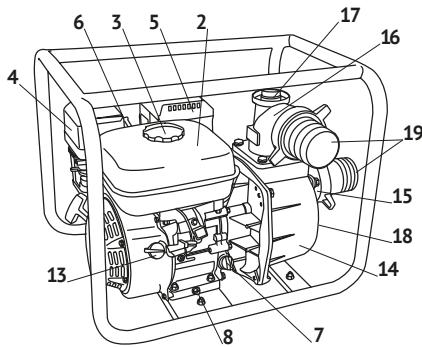
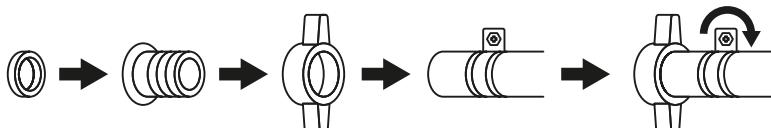

Рис. 1
Рис. 11
Установите на всасывающий патрубок насоса поставляемый в комплекте присоединительный штуцер. Закрепите штуцер на патрубке с помощью гайки крепления, убедившись, что уплотнительное кольцо расположено ровно. Присоедините армированный всасывающий шланг (не входит в комплект) к присоединительному штуцеру с помощью проволочного хомута (рис. 11).
Установите на напорный патрубок мотопомпы поставляемый в комплекте присоединительный штуцер. Закрепите штуцер на патрубке с помощью гайки крепления, убедившись, что уплотнительное кольцо расположено ровно. Присоедините напорный шланг к штуцеру при помощи проволочного хомута (рис. 11).
7. Открутив пробку заливной горловины (поз. 17, рис. 1), при помощи воронки медленно заполните корпус насоса водой. Заливайте воду до тех пор, пока из горловины не потечет вода без пузырьков воздуха. Плотно заверните пробку заливной горловины. Следите за герметичностью всасывающего шланга и надёжностью его соединения со штуцером (поз. 19, рис. 1 и рис. 11), чтобы избежать попадания воздуха в насос. Мотопомпа готова к работе.